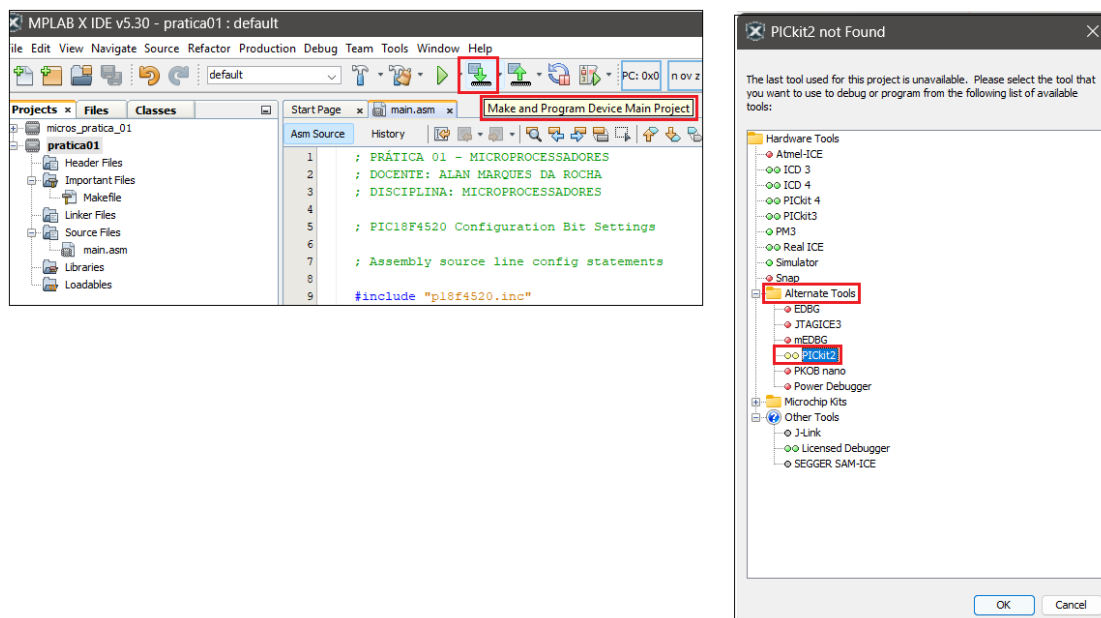

Figura 4.10: Processo de gravação do código no microcontrolador.
- **Passo 03:** Após a realização das Etapas 01 e 02, clique no ícone de transferência de dados (**Make and Program Device Main Project**, conforme ilustrado na Figura 4.10. Vá até a pasta **Alternate Tools** e em **PICkit2** deverá aparecer o nome do gravador semelhante a **MultiPROG**. Um led laranja deverá piscar o que indicará que o código foi efetivamente gravado no micro.